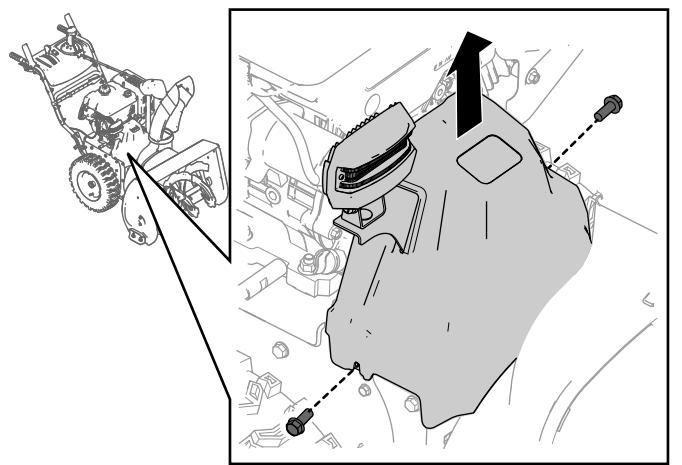

Figure 27
1. Enlevez les 2 vis de fixation du couvercle de courroie (Figure 27).
2. Déposez le couvercle de courroie (Figure 27).